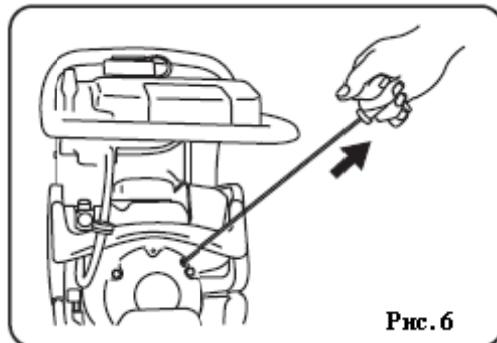

Рис. 6
- Плавно потяните за рукоятку пускового шнуря. Дерните резко, когда почувствуете сопротивление, чтобы запустить двигатель. Верните пусковой шнур на место, удерживая рукоятку (рис. 6).